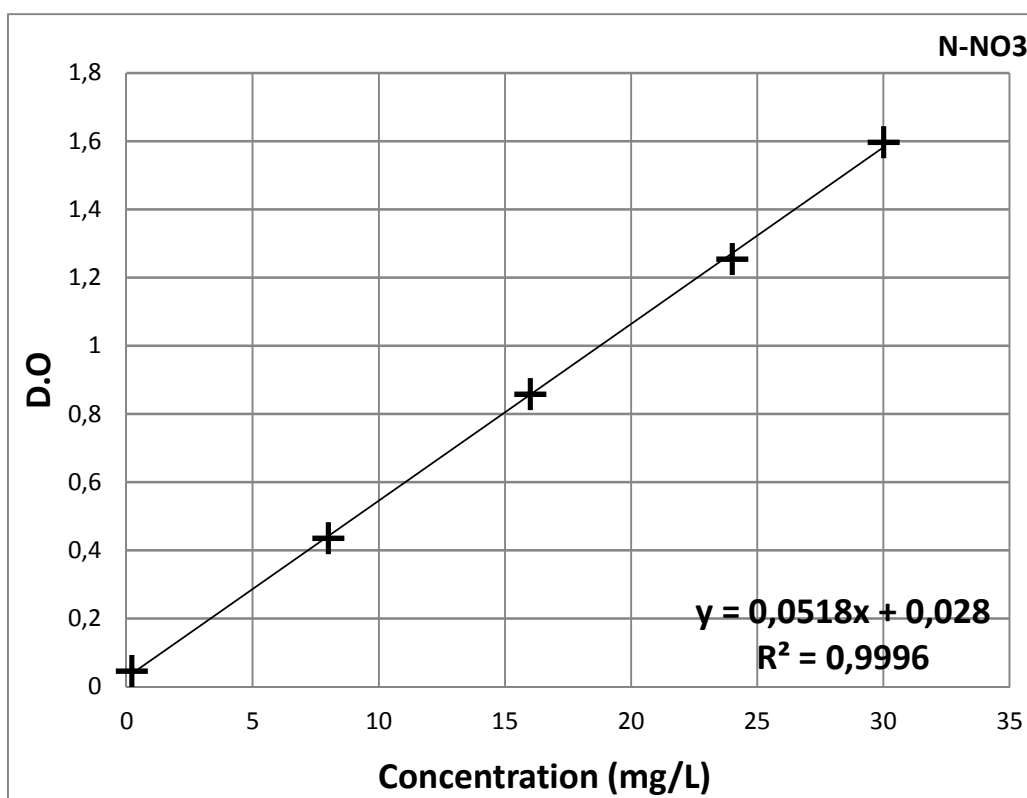

Figure 1 : courbe d'étalonnage du protocole n°10020
- 4) Vous avez réalisé les analyses, les résultats (D.O) sont consignés dans le document ci-dessous. A l'aide des figures 1 à 4 convertissez ces valeurs en concentrations (Elaborer un tableau, vous pouvez utiliser l'équation de la droite que vous venez de calculer).